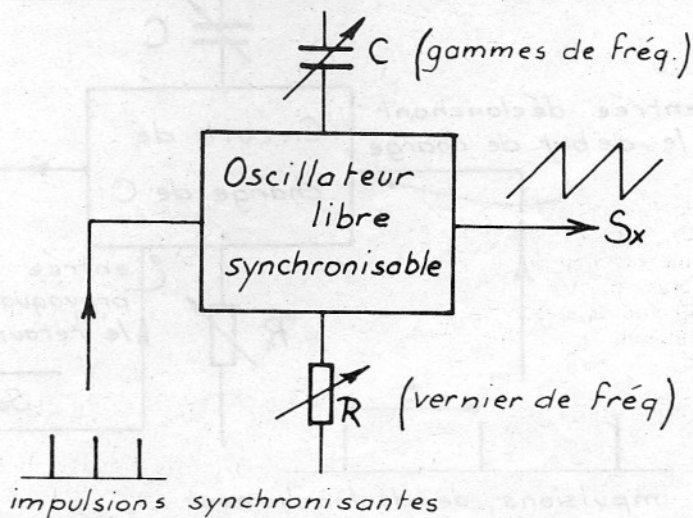

Fig. 9. - Base de temps relaxée.
Fig. 10. Mécanisme de la synchronisation dans le montage figure 9. Les impulsions synchronisantes provoquent un retour prématuré de la dent de scie ; elles en réduisent l'amplitude en fonction de leur efficacité.
- La base de temps RELAXÉE. Voir figure 9.